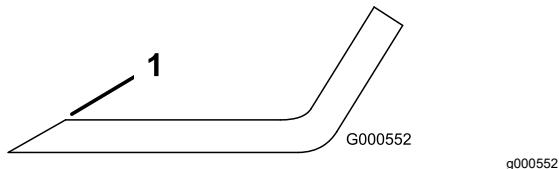

Figura 57
**Nota:** Si la cuchilla no está equilibrada, rebaje algo el metal en la parte de la vela solamente con una lima (Figura 57).